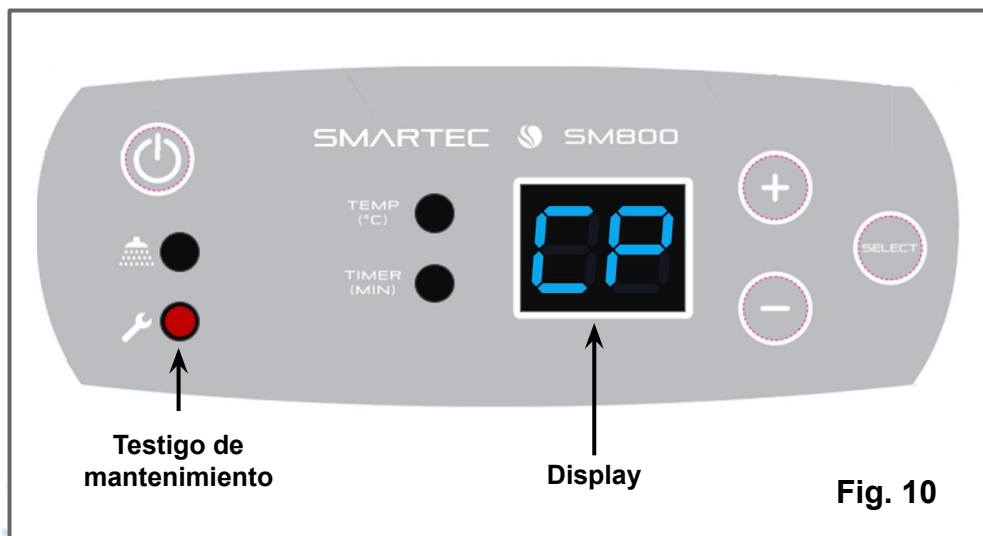

Fig. 10
- 5) Periódicamente, el equipo activará su función de *Auto-Revisión Preventiva*, con la cual el **testigo de mantenimiento** se encenderá (LED rojo), y el **display** mostrará las siglas “CP” de Chequeo Preventivo (Fig. 10).